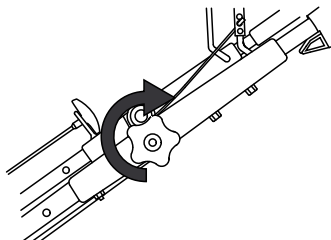

Bild 19
3. Ziehen Sie das obere Holmhandrad so fest wie es geht (Bild 19).